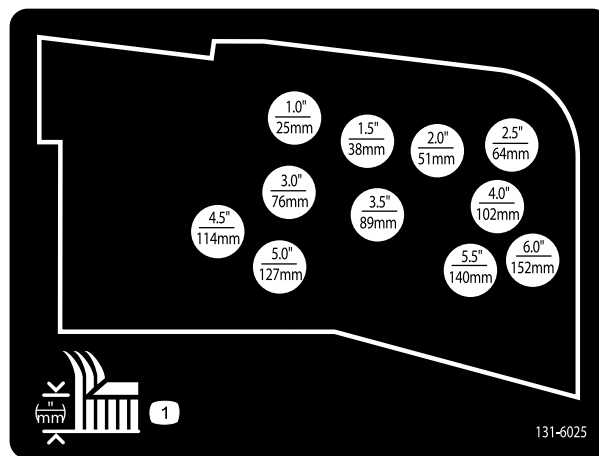

Bild 24
9. Montieren Sie die Schnitthöhenketten im gewünschten Schnitthöhenloch und befestigen sie mit dem Splint und dem Lastösenbolzen (Bild 24).